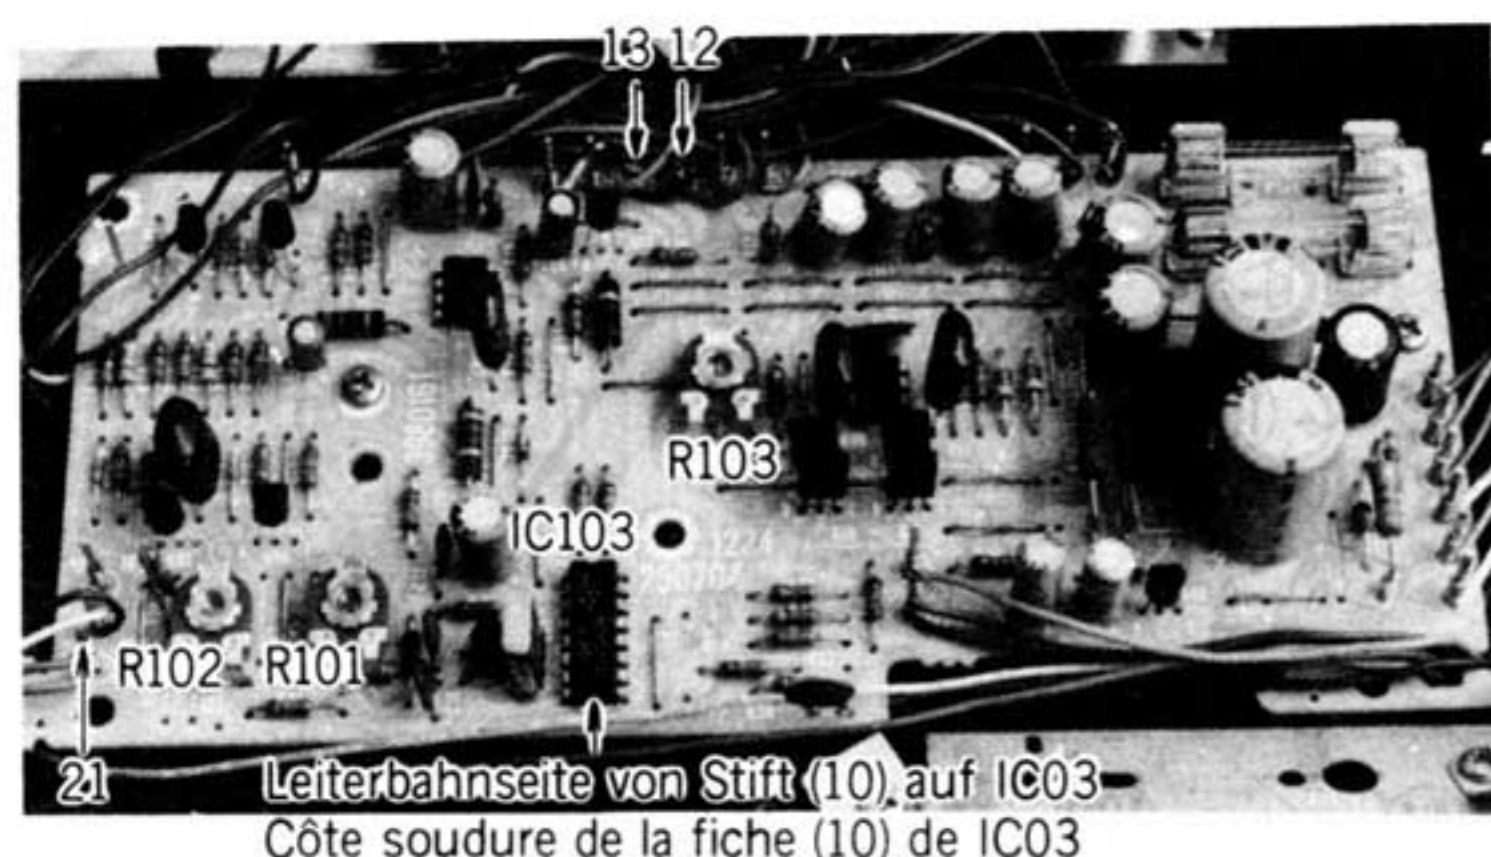

Abb. 15 Fig. 15
- (1) Den Drehzahl-Einstellknopf auf eine Drehzahl von 45 UpM einstellen.
- (2) Die Klemme (21) an die positive (+) Seite eines Voltmeters, und den Stift-Nr. 10 von IC03 gemäß Abb. 15 an die negative (-) Seite anschließen.
- (3) R101 langsam drehen, bis die Stroboskopmarkierungen stillzustehen scheinen.
Die Seite der Leiterplatte mit den Leiterbahnen verwenden, wenn das Voltmeter gemäß Abb. 15 an den Stift (10) von IC03 angeschlossen wird.
Wenn der Motor oder die Grunplatte des Bedienungsfeldes ausgebaut wurden, dann muß die Phasendifferenz zwischen der beiden Antriebsspulen mittels R103 gemäß Abb. 15 eingestellt werden. Da die voreilende Phase an Klemme Nr. 12 und die nacheilende Phase an Klemme Nr. 13 abgenommen werden kann, ein Synchroskop anschließen und die nacheilende Phase mittels R103 einstellen, so daß die beiden Wellenformen übereinstimmen.
- (1) Amener le bouton de réglage de vitesse (SPEED SELECT) sur 45 tours.
- (2) Raccorder la borne (21) au côté (+) du voltmètre et la Fiche No. 10 de IC03 ou côté (-) (Fig. 15)
- (3) Tourner R101 graduellement jusqu'à ce que les raies du stroboscope soient Fixes.
- (4) Puis, amener le bouton de réglage de vitesse sur 33-1/3 tours et régler R102 de la même manière.
Notice: Prendre soin de régler 33-1/3 tours (R102) après le réglage 45 tours (R103). Utiliser le côté soudure de la plaquette indiqué sur la Figure 15 quand vous raccorder le voltmètre à la fiche (10) de IC03.
Quand le moteur ou la plaque de panneau de commande est remplacée, régler la différence entre les deux phases de la bobine de commande du moteur à l'aide de R103 comme le montre la Fig. 15 Etant donné que la forme d'onde du moteur d'entraînement de la phase d'avance apparaît à la borne No 12, et que le retard de phase apparaît à la borne No. 13, connecter un synchroscope et ajuster la dimension de la forme d'onde de la phase de retard à l'aide de R103 de telle sorte que les formes d'ondes soient identiques.